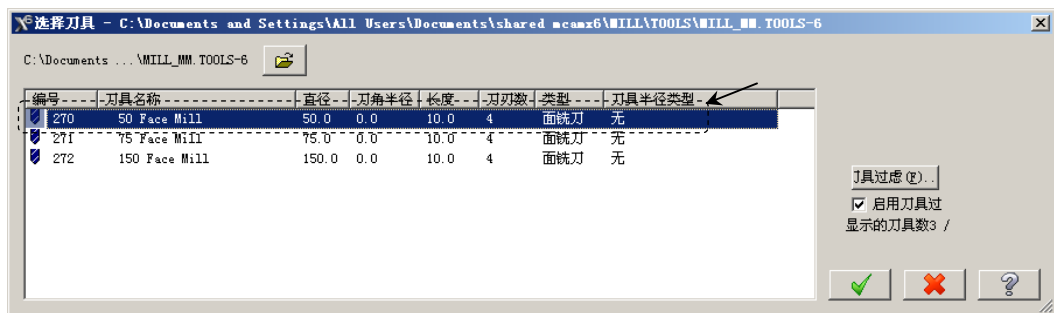

图 11.8 “选择刀具”对话框
Step5. 选择刀具。在“2D 刀具路径 - 平面铣削”对话框中，单击 按钮，系统弹出图 11.8 所示的“选择刀具”对话框，在该对话框的列表框中选择图 11.8 所示的刀具。单击 按钮，关闭“选择刀具”对话框，系统返回至“2D 刀具路径-平面铣削”对话框。